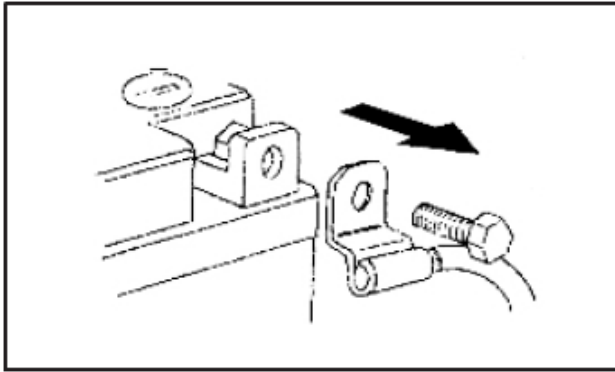

Рис.7.1 Снятие отрицательного провода
7.3 При ремонте электрических деталей сначала отсоедините отрицательную клемму от аккумулятора (см. рис.7.1). При снятии или затягивании клеммы аккумулятора большой мощности избегайте контакта гаечного ключа с двигателем или другими металлическими деталями мотовездехода во избежание удара электрическим током.